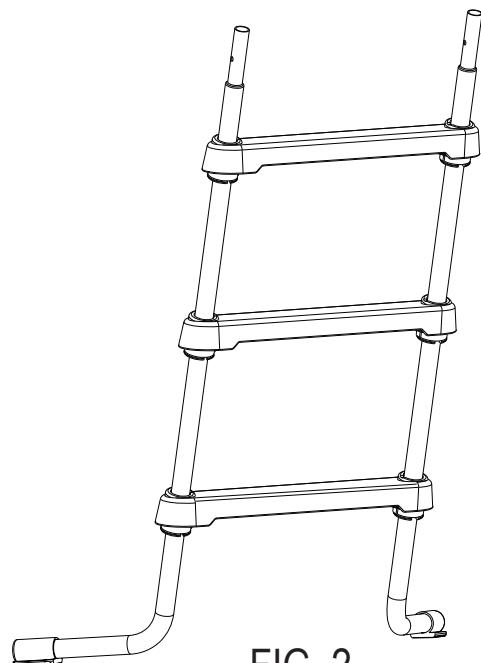

FIG. 2
- Inizia dalla gamba della scaletta (L) ①. Quindi agganciare una clip ⑧ intorno al rientro più basso della gamba. Ripetere con la gamba(R).
- Fai scorrere un gradino ⑥ su entrambe le gambe. Spingi il gradino in basso finché non si blocca in posizione
- Continua finché anche l'ultimo gradino ⑥ è montato. I gradini dovrebbero essere come in Fig. 2 quando hai terminato il montaggio.